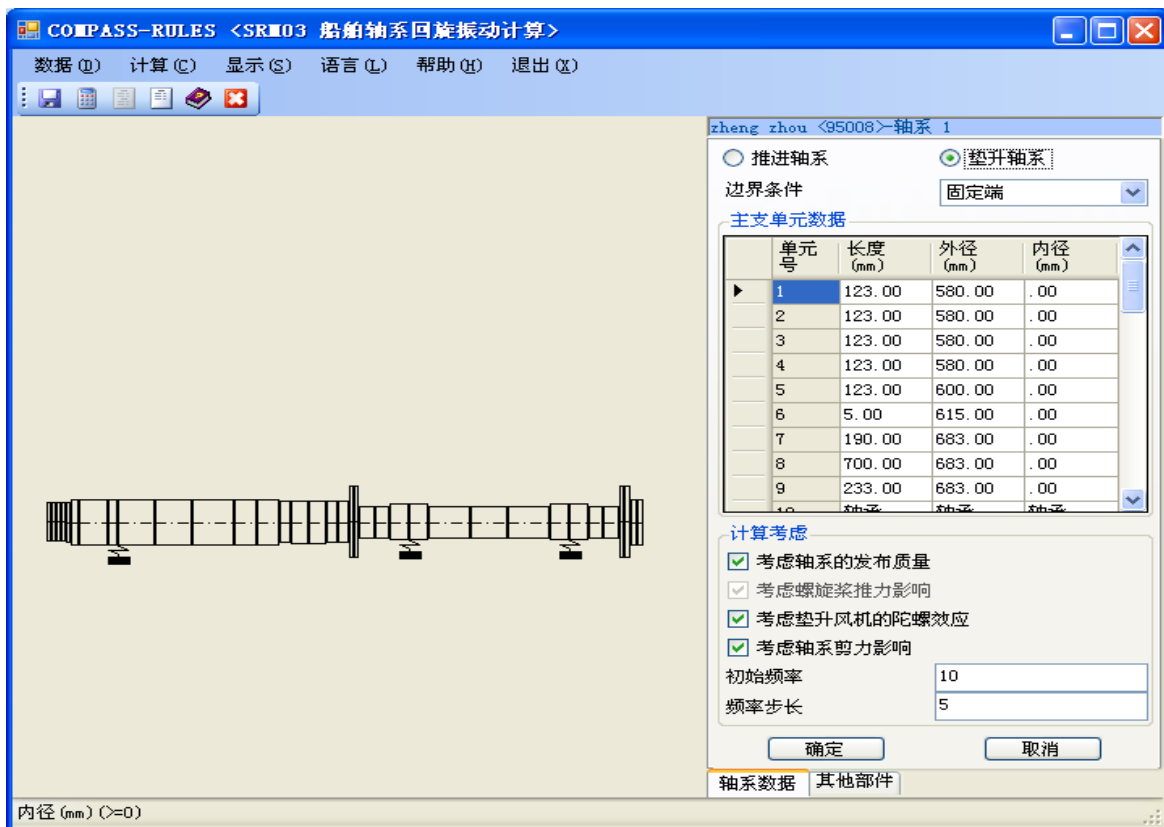
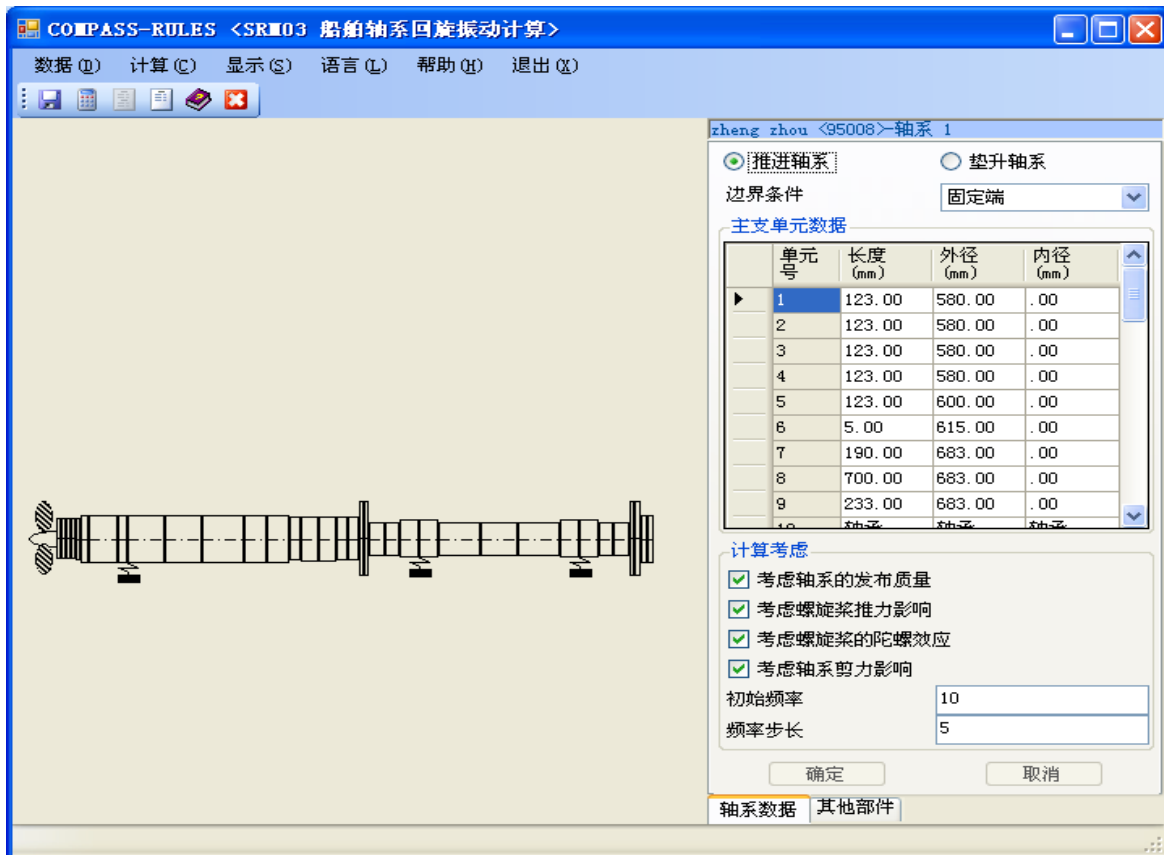

图 4.3 轴系类型为垫升轴系时的轴系布置图
图 4.4 轴系类型为推进轴系时的轴系布置图
- 当用户选中“推进轴系”时，轴系布置图中可显示螺旋桨、轴承部件(图 4.4)，同时把已经存在的风机和半刚性联轴器部件删除，否则，就隐去螺旋桨、同时显示轴承部件、风机部件和半刚性联轴器部件(图 4.3)。同时随着轴系类型的变化，计算考虑框中的因素和其他数据页中的参数框也随之发生变化。如图 4.3，图 4.4 所示。